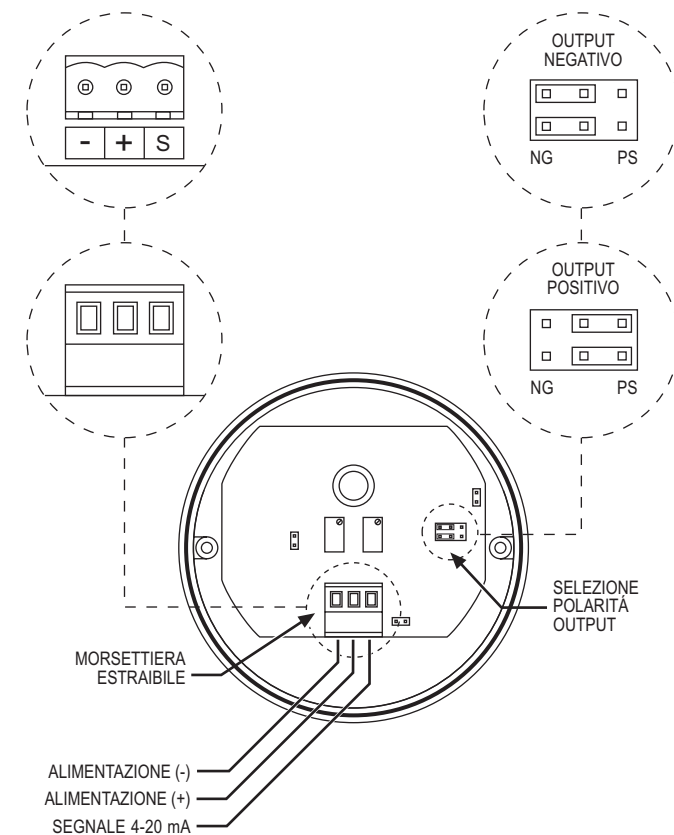

Figura 2: Vista interna del rivelatore
- a. Selezionare la polarità di uscita desiderata (output positivo o negativo) mediante i ponticelli PS/NG; si raccomanda di spostare sempre entrambi i ponticelli con il rivelatore disalimentato (vedi Figura 2).
- b. Tutti i collegamenti avvengono mediante la morsettiera estraibile posta nella parte inferiore del rivelatore (vedi Figura 2); estrarre la morsettiera dalla sua base tirandola verso l'esterno.
- c. Collegare i terminali "S", "+" e "-" della morsettiera all'unità di controllo (vedi Figura 2).
- c. Assicurarsi che il rivelatore sia alimentato e che vi sia una tensione compresa tra 10 Vdc e 30 Vdc tra i terminali "+" e "-" della morsettiera (vedi Figura 2).
- g. Verificare la polarità dell'output del rivelatore osservando la configurazione corrente dei ponticelli PS/NG (vedi Figura 2).